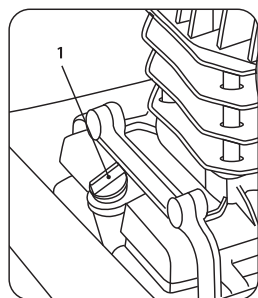
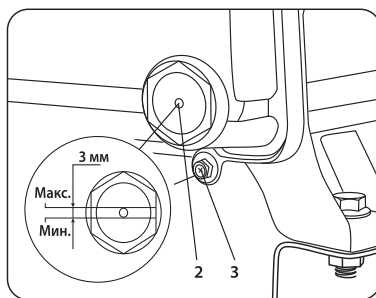

рис. 4
рис. 5
Открутите пробку картера (1) (рис. 4) и заправьте масло до максимального уровня (до красной отметки) в смотровом окне (2) (рис. 5). Используйте компрессорное масло, поставляемое с компрессором.
Необходимо произвести полную замену масла. Для этого отвернуть болт сливного отверстия (3) (рис. 5) и дождаться полного слива масла из картера. Для слива отработанного масла использовать специальную емкость. После этого установить болт на место и залить новое масло. Уровень проверить по смотровому окну (2) (рис. 5).